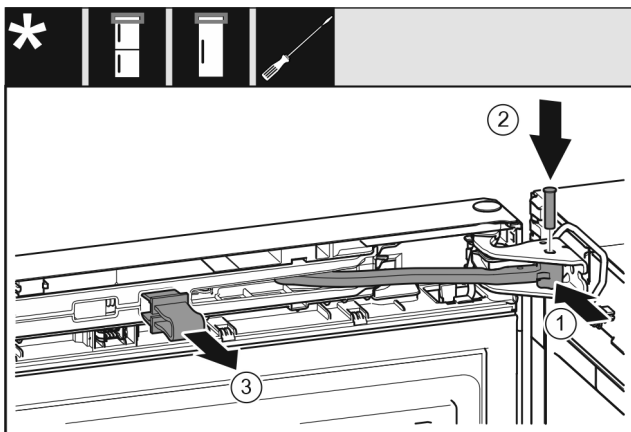

Fig. 72
- Pagrieziet šarnīru Fig. 72 (1) gultņa balstā.
- Ievietojiet tapu Fig. 72 (2) gultņa balstā un šarnīrā. Uzmaniet, lai fiksācijas izcilnis pareizi atrastos rievā.
- Noņemiet aizturi Fig. 72 (3).